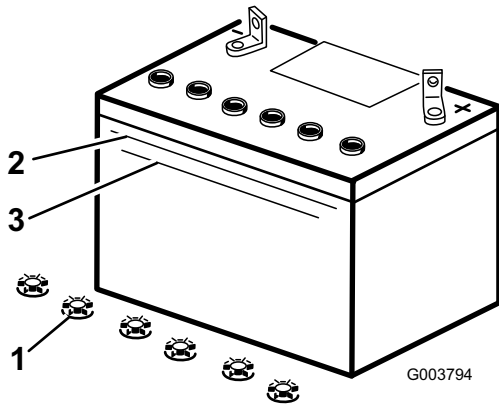

Figura 31
2. Mire hacia el lateral de la batería. El electrolito debe llegar a la línea superior (Figura 31). No permita que el electrolito esté por debajo de la línea inferior (Figura 31).
3. Retire los tapones de llenado de la batería (Figura 31).
4. Vierta lentamente agua destilada en cada célula de la batería hasta que el nivel de electrolito llegue a la línea superior (Figura 31) de la caja de la batería.
5. Espere de cinco a diez minutos después de llenar las células de la batería. Añada agua destilada, si es necesario, hasta que el nivel de electrolito llegue a la línea superior (Figura 31) de la caja de la batería.